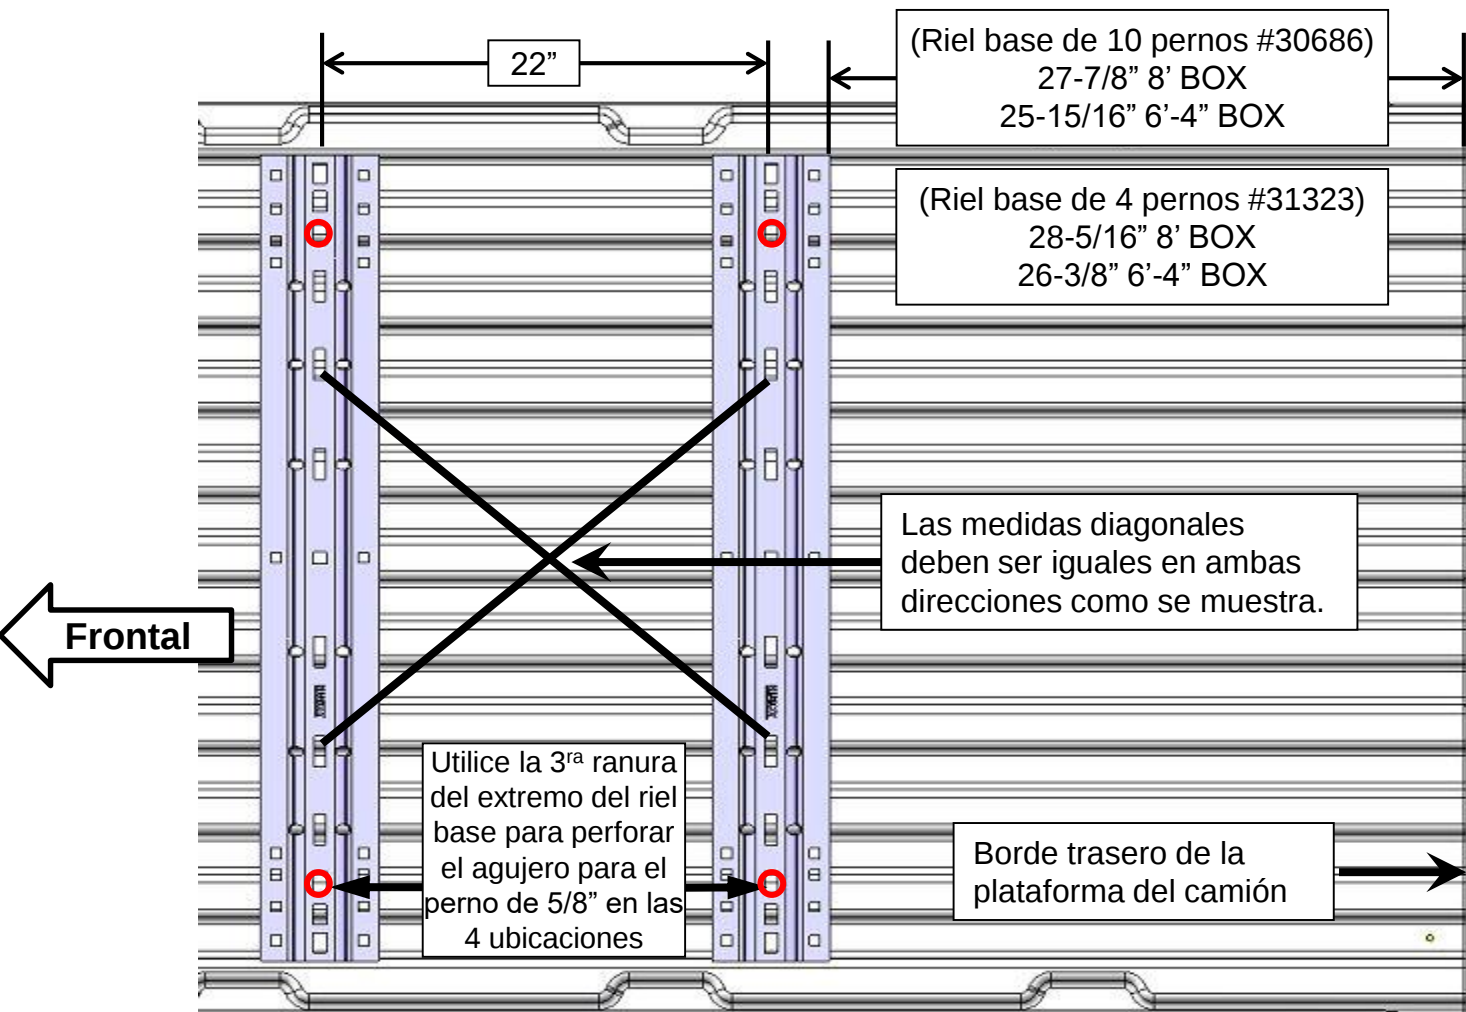

Figura 1
15. Cuando el enganche esté colocado correctamente en la plataforma y los rieles de plataforma estén paralelos. Vea la Figura 1 para las medidas. Marque cuatro puntos de fijación en la plataforma del camión usando las ranuras rectangulares de 5/8" en los extremos de cada riel de plataforma como guía. El uso de un punzón de transferencia de 5/8" garantizará que las marcas estén marcadas correctamente en el piso de la plataforma. Verifique debajo de la plataforma antes de perforar los agujeros para ver que todos los cables, líneas de freno u otras obstrucciones estén fuera del camino y no sean tocados por la broca.
29. Una vez que los 4 soportes estén asegurados al camión y los rieles base; vuelva a comprobar los rieles base para asegurarse de que están cuadrados entre sí. Vea la Figura 1. Si no, ajuste como sea necesario.